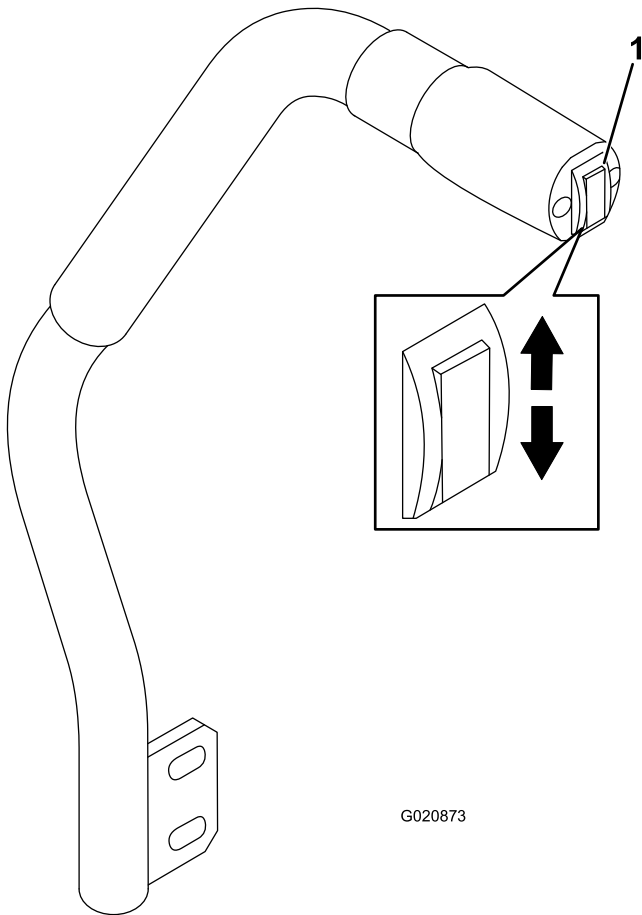

Figura 50
El interruptor de elevación de la plataforma eleva y baja la plataforma de corte (Figura 50). El motor debe estar en marcha para poder utilizar esta palanca.
- Para bajar la plataforma de corte, baje el interruptor de elevación de la plataforma (Figura 50).
- Para elevar la plataforma de corte, suba el interruptor de elevación de la plataforma (Figura 50).